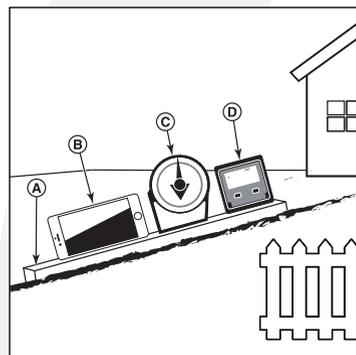

Fig. 1
- Utilice un borde recto de al menos dos (2) pies de largo (A, Fig. 1). Un 2x4 o un trozo recto de metal también funcionan.
- Utilice su teléfono inteligente:** Muchos teléfonos inteligentes (B, Fig. 1) disponen de un inclinómetro (buscador de ángulos) situado bajo la aplicación (app) brújula. Alternativamente, puede buscar en la tienda de aplicaciones de su teléfono una aplicación para el inclinómetro.
- Utilice las herramientas del buscador de ángulos:** Las herramientas para encontrar ángulos (C y D, Fig. 1) están disponibles en las ferreterías locales o en línea (también llamadas inclinómetro, transportador, medidor de ángulos o medidor de ángulos). Los de tipo dial (C) o digital (D) funcionan, los otros pueden no hacerlo. Lea y obedezca las instrucciones de uso suministradas con el medidor de ángulos.
- Coloque el borde recto de dos (2) pies de largo a lo largo de la parte más empinada de la pendiente del césped. Suba y baje la tabla por la pendiente.